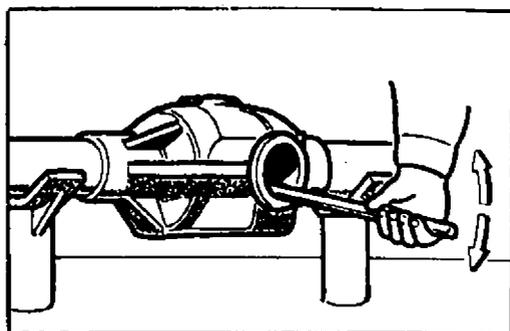

Рис. 67. Прикатка роликов подшипников дифференциала
2. Снять полуоси и установить дифференциал в сборе в картер, поставить прокладку и крышку и, проворачивая ведомую шестерню за зубья через горловину картера, прикатать подшипники для того, чтобы ролики заняли правильное положение (рис. 67). Затем гайками равномерно соединить крышку с картером.